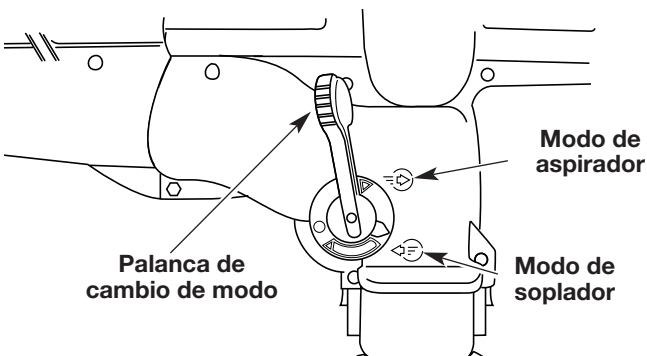

Fig. 14
2. Coloque la palanca de cambio de modo del soplador / aspirador en la posición hacia arriba (Modo de soplador) (Fig. 14).